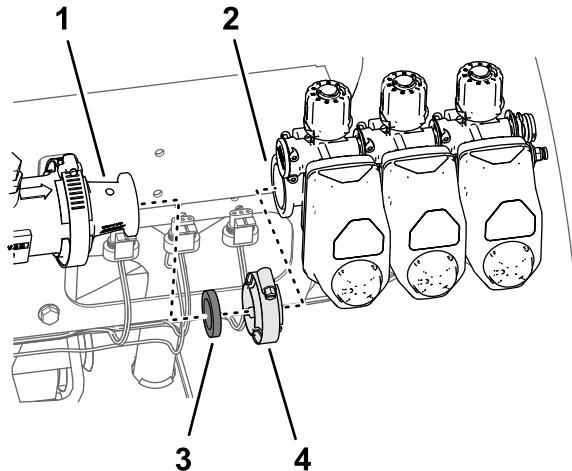

Figura 67
- Rimuovete le 3 valvole di sezione dalla macchina (Figura 67).